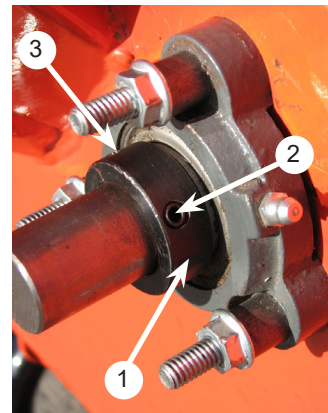
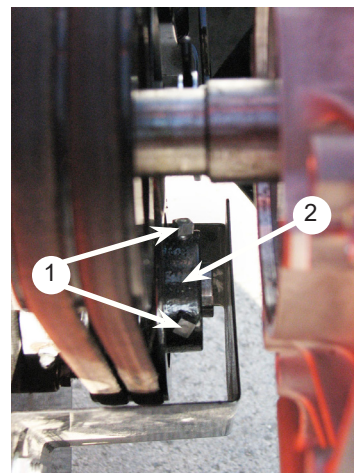

Figura 5.6, Cojinete del lado del conducto
Figura 5.7, Cojinete del lado del motor
2. Afloje los tornillos de fijación (1) que sostienen los collarines de sujeción (2) en el lado del conducto (Figura 5.6) y del lado del motor (Figura 5.7).